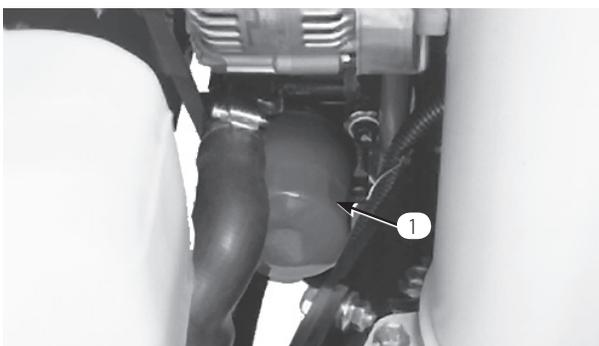

図 41
2. オイル・フィルタ (図41) を取り外す。新しいフィルタのシールに薄くエンジン・オイルを塗って取り付け。締めすぎないように注意すること。